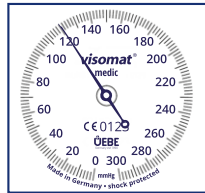

Bild 1
- Beim ersten deutlich pochenden Ton lesen Sie den systolischen Blutdruckwert auf der Skala ab und merken sich den Wert (Bild 1).